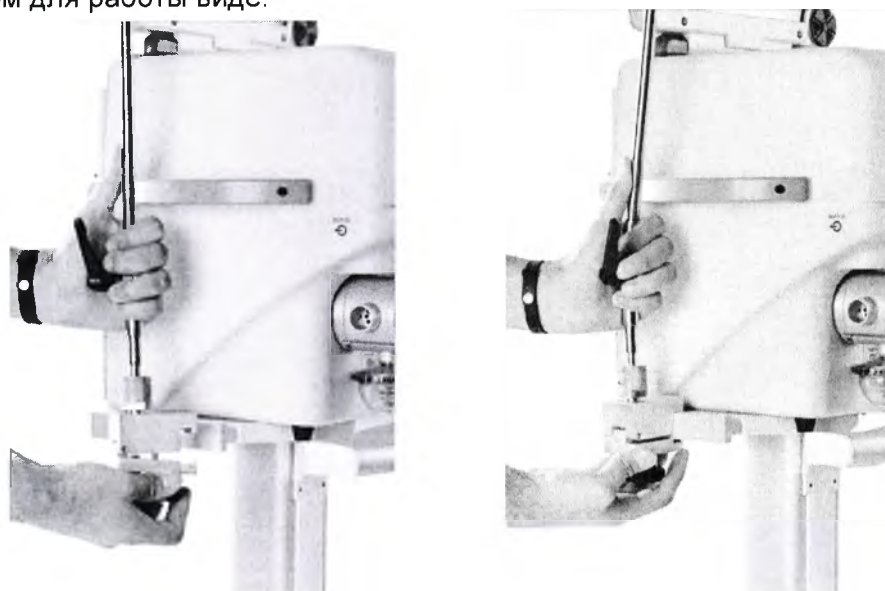

Рисунок 3.3 – Установка штанги держателя контура.
- Установить штангу (держатель контура) из комплекта поставки на любой стороне тележки в соответствии с рис. 3.3. Разместить на штанге дыхательный контур в удобном для работы виде.